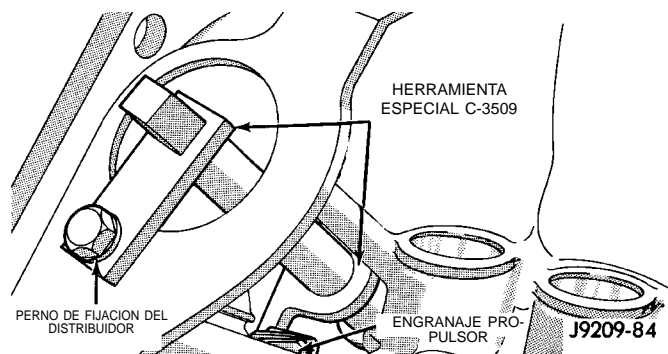

Fig. 29 Herramienta de instalación del árbol de levas C-3509 (posición instalada)
- (2) Instale la Herramienta de instalación de engranajes del árbol de levas C-3509 con la lengüeta en la parte trasera del engranaje propulsor del distribuidor (Fig. 29).